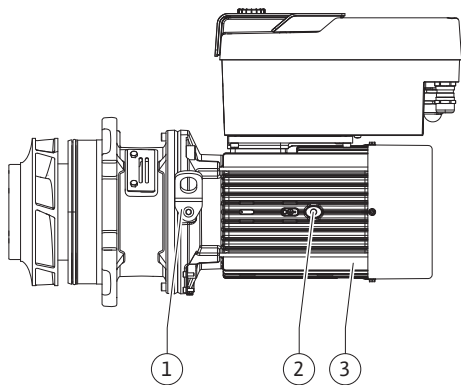

Fig. 107: Ievietojamais modulis
13. Ievietojiet ievietojamo moduli (skat. Fig. 107) sūkņa korpusā iepriekšējā vai citā vēlamajā leņķa pozīcijā. Ņemiet vērā komponentu montāžas stāvokļus (skatīt nodaļu „Pieļaujami montāžas stāvokļi un detaļu kārtības izmaiņa pirms uzstādīšanas“ [► 24]).